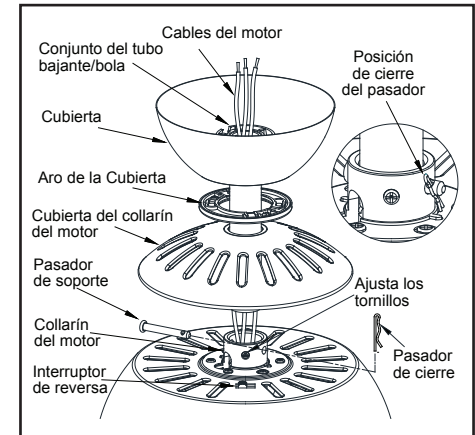

Figura 7
4. Tiende los cables que salen por la parte superior del motor del ventilador, a través de la cubierta decorativa del collarín del motor y enseguida por el centro de la tapa de la cubierta. Asegura que la abertura de la ranura queden en la parte superior. Inserta los cables a través de la cubierta y enseguida a través del conjunto del tubo bajante y bola. (Figura 7)
6. Alinea los orificios en la parte inferior del tubo bajante con los aquellos del collarín en la parte superior de la carcasa de motor. (Figura 7) Inserta con cuidado el pasador del colgador a través de los orificios del collarín y del tubo bajante. Ten cuidado de no apretar contra el cableado dentro del tubo bajante. Inserta el pasador de cierre en el orificio cercano al extremo del perno hasta que encaje en su posición, como se muestra en el círculo de la Figura 7.
Este ventilador se envía desde la fábrica con el interruptor de reversa en posición de hacer circular el aire hacia abajo. Si deseas encauzar el flujo de aire en sentido contrario, apaga el ventilador y espera a que las aspas se detengan; enseguida desliza el interruptor de reversa (ubicado en la caja de interruptores, consulta la Figura 7 de la página 4) hacia la dirección opuesta y a continuación vuelve a encender el ventilador. Las aspas del ventilador girarán en sentido contrario e invertirán la corriente de aire.